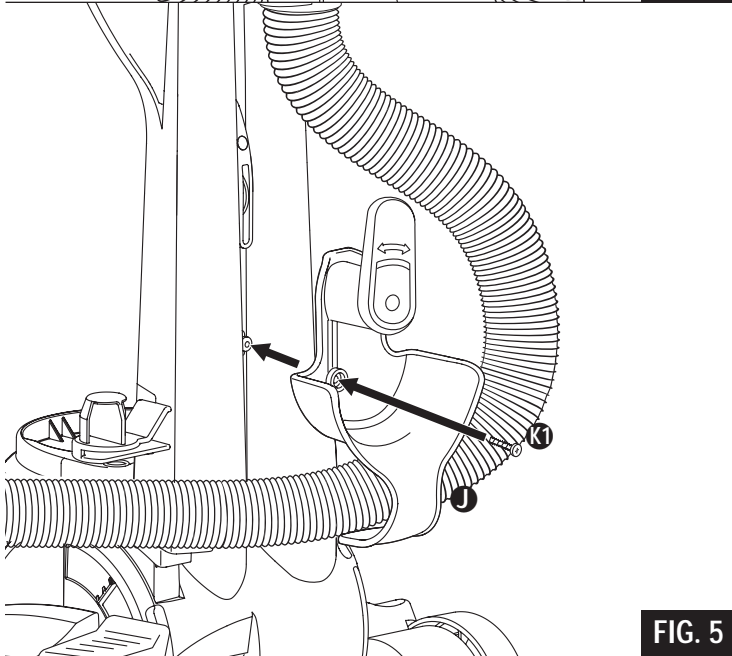

FIG. 5
Step 5: (FIG. 5) Thread the hose inside the lower hose retainer **J** and then attach the lower hose retainer to the rear housing with a short screw **K1**.
Étape 5. (FIG. 5) Insérez ce boyau dans le boyau inférieur ❶, puis fixez le boyau inférieur au boîtier arrière avec une vis courte ❶.
Paso 5. (FIG. 5) Pase la manguera dentro del conjunto inferior del soporte de la manguera ❶ y luego fije el conjunto inferior del soporte al alojamiento trasero usando un tornillo corto ❶.